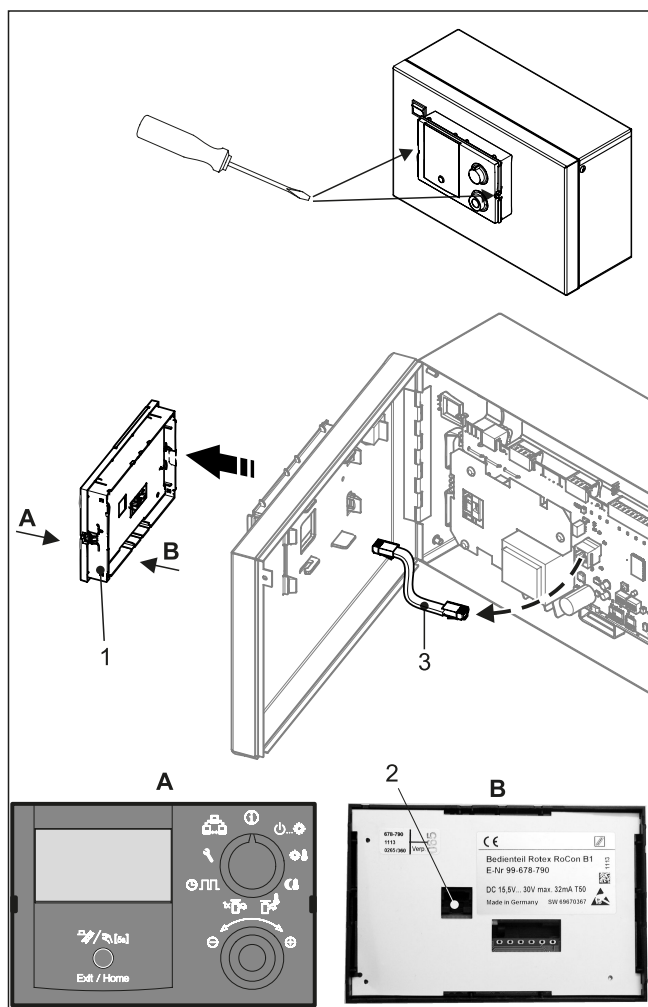

Fig. 6-2 Montar/desmontar el elemento de mando
- 2 Desbloquear las pestañas de encastre empujando ligeramente con un destornillador plano pequeño por la parte del elemento de mando (Fig. 6-2, pos. 1) y sacar hacia delante el elemento de mando.
- 3 Para un desmontaje completo, sacar el cable de comunicación (Fig. 6-2, pos. 3) de la pletina de mando y por la parte de atrás del elemento de mando.